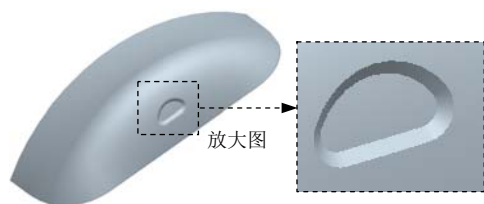
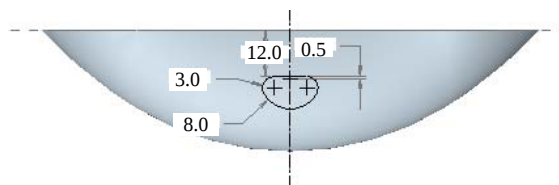

图 4.6.17 创建局部偏移
图 4.6.18 截面草图
Step10. 在面组上创建图 4.6.17 所示的局部偏移。
(1) 选取 Step9 合并后的面组。
(2) 单击 **模型** 功能选项卡 **编辑** 区域中的 **偏移** 按钮，系统出现操控板。
(3) 定义偏移类型：在操控板中的偏移类型栏中选取  (即带有斜度的偏移)。
(4) 定义偏移方式：单击操控板中的 **选项** 按钮，选择 **垂直于曲面** 命令，然后选中 **侧面垂直于** 中的  曲面单选项，选取 **侧面轮廓** 中的  直单选项。
(5) 单击操控板中的 **参考** 按钮，在弹出的界面中单击 **定义...** 按钮；系统弹出“草绘”对话框，设置草绘平面为 FRONT 基准平面，参考平面为 RIGHT 基准平面，方向为 **左**；然后单击 **草绘** 按钮；绘制图 4.6.18 所示的截面草图。